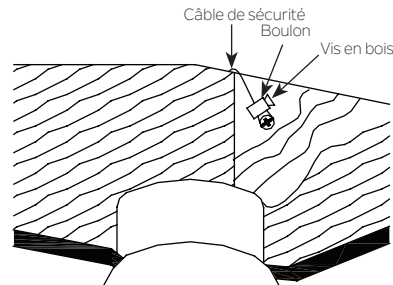

Fig. 8
Étape 2. Insérez le câble de sécurité dans le plafond en le faisant passer par le support de montage et l'un des trous de la boîte de sortie. Ajustez la longueur du câble de sécurité pour atteindre la vis et les rondelles en tirant le câble supplémentaire à travers le serre-câble jusqu'à ce que la longueur totale soit correcte, remettez l'extrémité du câble dans le serre-câble, en formant une boucle à l'extrémité du câble. Serrez bien le serre-câble. Maintenant, mettez la boucle à l'extrémité du câble de sécurité sur la vis à bois et sous la rondelle. Serrez bien la vis à bois. (Fig. 8)